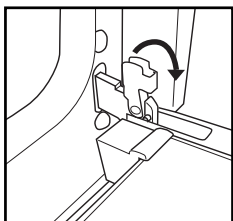

Fig. 1
2. Løft låsene på hængslerne, og skub dem fremad så langt som muligt (Fig. 1).